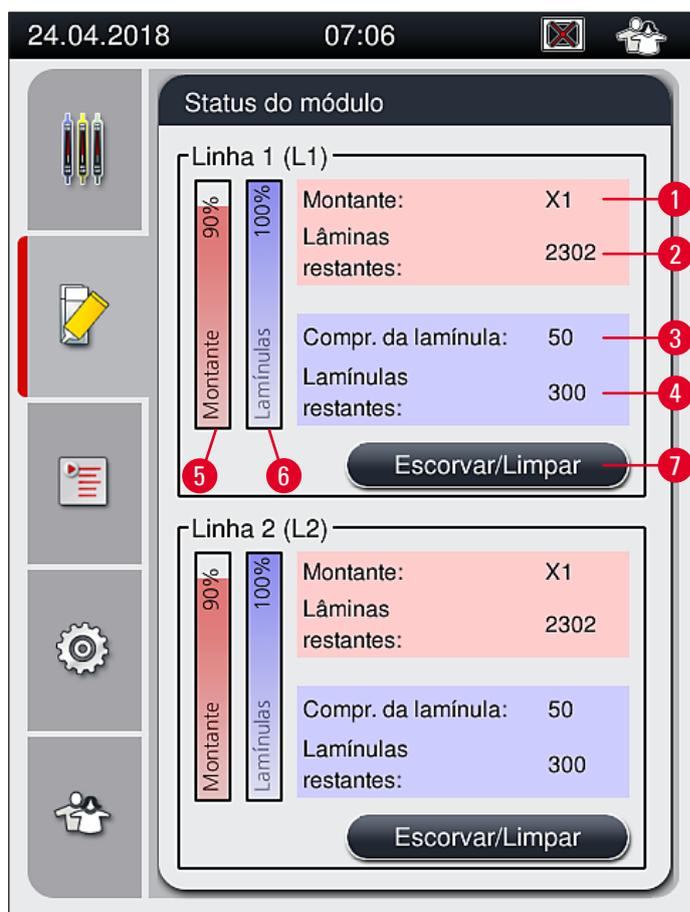

Fig. 49
- O menu **Status do módulo** (→ Fig. 49) oferece ao usuário no HistoCore SPECTRA CV uma visão geral dos descartáveis usados (montante (→ Fig. 49-1) e as lamínulas (→ Fig. 49-3)) e seus níveis de abastecimento atuais (→ Fig. 49-5)(→ Fig. 49-6) além das quantidades restantes (→ Fig. 49-2) (→ Fig. 49-4) para as linhas da lamínula.